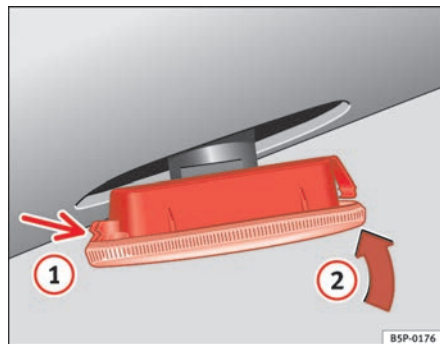

Abb. 195 Seitlicher Blinker
⇒ Abb. 195, Pfeil ①.
- Setzen Sie die Lampe in Richtung Pfeil ② ⇒ Abb. 195 ein. ■